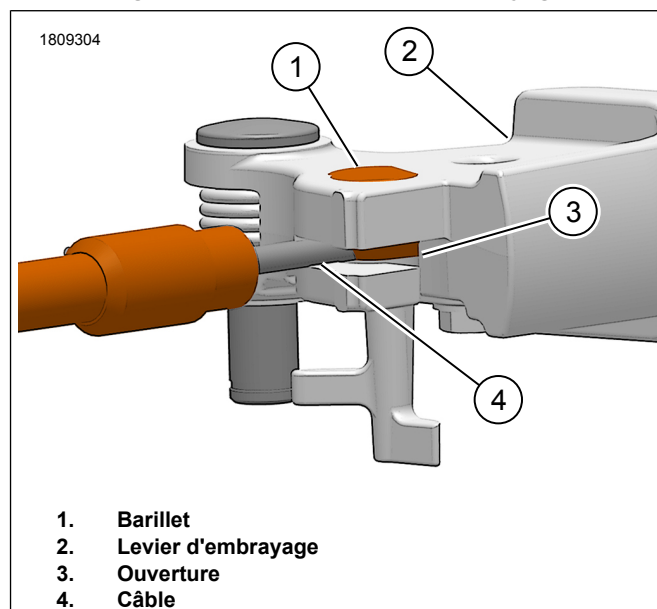

Figure 3. Câble d'embrayage vers le levier
- Voir la figure 3. Appuyer sur le levier d'embrayage (2) pour le saisir.
- Voir la figure 3. Déposer le serre-câble du levier d'embrayage (2).
- Voir la figure 3. Poser et régler le câble d'embrayage (4). Consulter le manuel d'entretien.